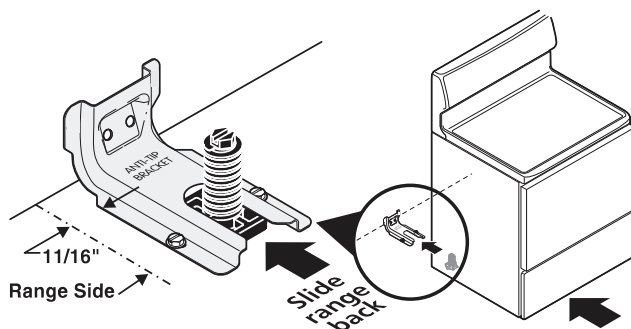

Fig 22
4. **Nivele y ubique la estufa** – Nivele la estufa ajustando los cuatro (4) tornillos niveladores con una llave. Nota: Se debe dejar un espacio libre mínimo de 1/8" entre la parte inferior de la estufa y los tornillos niveladores a fin de dejar espacio para instalar el soporte (Fig. 22). Deslice la estufa de nuevo a su lugar. Retire el panel inferior o la gaveta de almacenamiento para verificar visualmente si el tornillo nivelador trasero está insertado y firmemente asegurado por el soporte. Para los modelos con un compartimiento calefactor o compartimiento de asador, sujete la estufa desde el borde superior trasero y trate de inclinarla hacia adelante cuidadosamente.